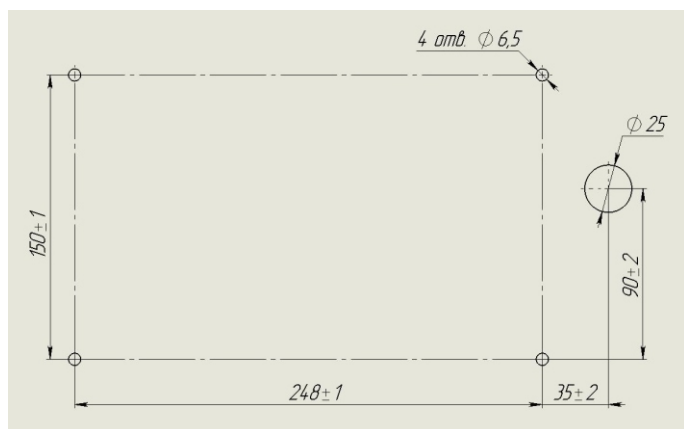

Рисунок 4 - Схема отверстий на установочной поверхности
5.2.2 Подготовить на установочной поверхности 5 отверстий по схеме (рисунок 4): четыре отверстия под винты М6 и одно отверстие для прокладки соединительных проводов. Винты в комплект поставки не входят, подбираются по месту в зависимости от толщины установочной поверхности.